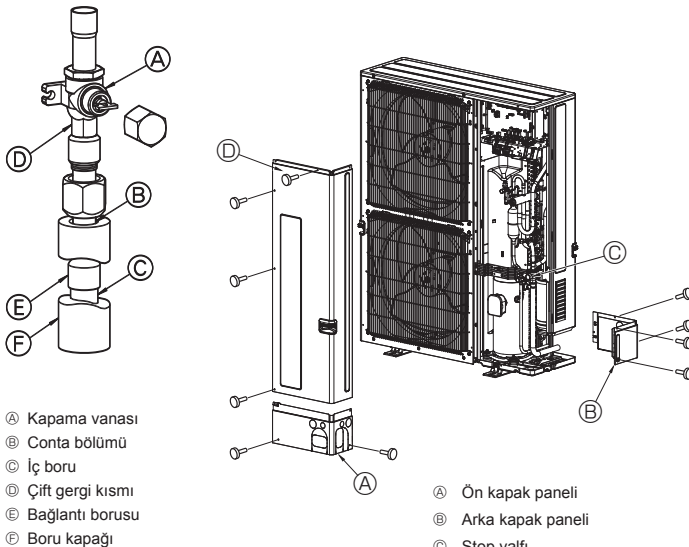

Fig. 4-3
- ③ Gaz boruları bağlantısı için aşağıdaki yöntemi kullanınız. (Fig. 4-3)
- 1 Birlikte verilen Bağlantı borusunu (E), yakınınızdaki bir yerden satın alabileceğiniz lehim malzemelerini ve oksijen içermeyen iç boruyu (C) kullanarak dış üniteye lehimleyin.
- 2 Bağlantı borusunu (E) gaz tarafındaki Kapama vanasına takın. Geçme somunları, iki somun anahtar kullanarak sıkınız. * Ters sıra uygulanırsa soğutma sıvısı sızar çünkü lehim ateşi parçada hasara neden olur.